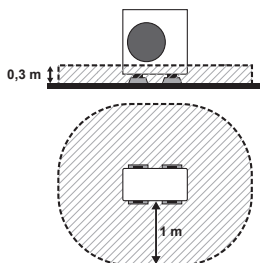

Fig. 3-2
(1) När den installeras på en plats med en öppen sida (Fig. 3-2)